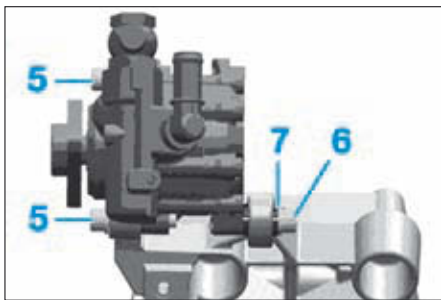

FIG. 16
- Déposer les 3 vis (5) et la vis (6) (Fig.16).
- Pour la repose de la pompe, il est nécessaire de repousser légèrement la douille (7) dans le support.